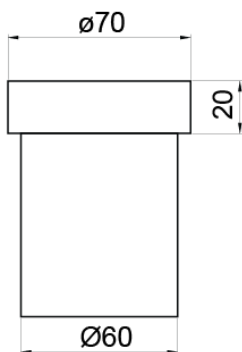

Figure 2
2. Prendre la mesure de la dent inférieure de la broche. Dans ce cas-ci broche de 18 mm (Figure 2)
4. La fraise à utiliser dans notre cas est la constante "a", c'est-à-dire 19,5 mm (Figure 2)